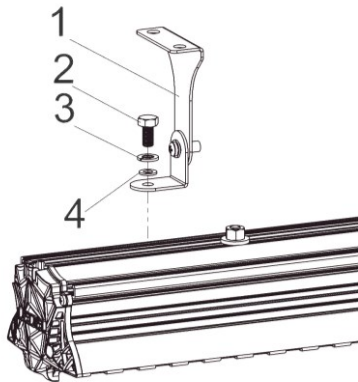

Рисунок 4 Монтаж крепления
- б) Зафиксировать крепление болтом (поз.2), гроверной шайбой (поз.3), плоской шайбой (поз.4) и гайкой в Т-образном пазе на профиле светильника (рис.4);
- г) Затянуть фиксирующие болты с усилием крутящего момента не более 9,4 Н·м (рис.4);